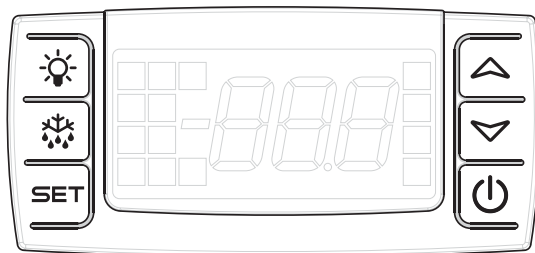

fig. 4
Apparatet er udstyret med en elektronisk styring (fig. 4)
**OBS:** Når strømmen tilsluttes første gang, skal der trykkes på knappen "A" (fig. 4), derved tilkobles alarmen.
Afbryd alarmen ved at trykke på "A" (fig. 4), og displayet viser "OFF", og derefter frakobles strømforsyningen.